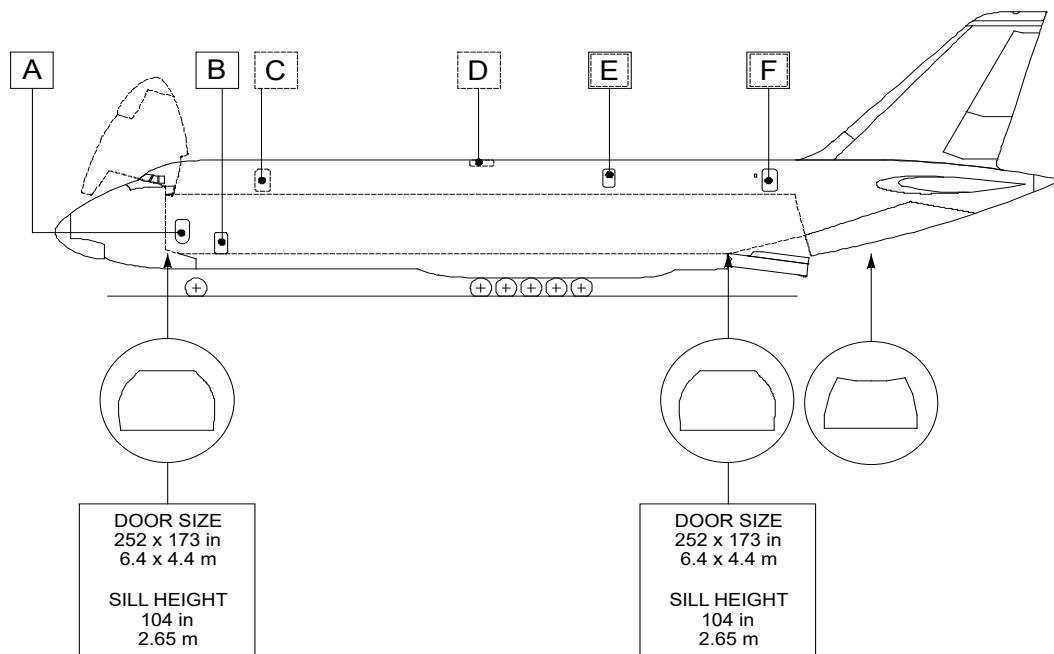

Рисунок 8. Высота порогов и габариты Ан-124-100(150)
- Рисунок 8. Высота порогов и габариты Ан-124-100(150);